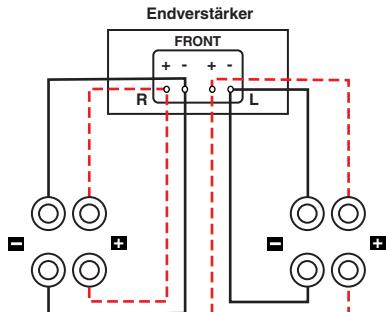

Abbildung 6
**Bi-Wiring** (Abb. 6) kann eine deutliche Verbesserung in der Klangtransparenz Ihrer Lautsprecher hervorrufen. Verwenden Sie hierzu separate Kabel von einem Verstärker zu den Tieft- und Hochtönen. Nachdem Sie die Drahtbrücken entfernt haben, verbinden Sie eine Lautsprecherkabelgruppe mit den oberen Terminals an jedem Lautsprecher und eine andere Gruppe (meist dickeres Kabel) mit den unteren Terminals. Verbinden Sie die anderen Enden beider Kabelgruppen mit den entsprechenden Ausgängen am Verstärker.